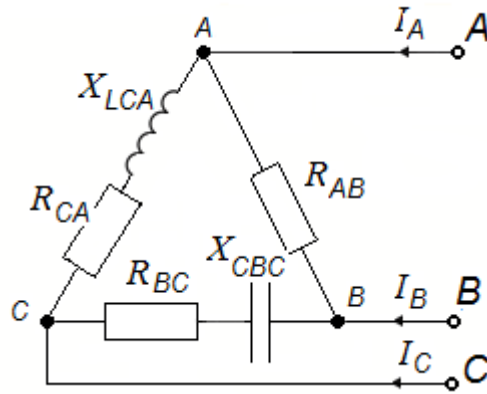

Рис. 191
5. В схеме (рис. 191) $U_{л} = 380$ В; $R_{AB} = 22$ Ом; $R_{BC} = 19$ Ом; $R_{CA} = 12$ Ом; $X_{C_{BC}} = 11$ Ом; $X_{L_{CA}} = 16$ Ом. Определить линейные токи I_A , I_B , I_C , фазные токи I_{AB} , I_{BC} , I_{CA} и полную мощность всей цепи S .